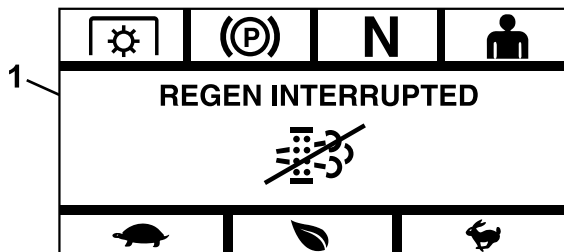

Figura 18
- **Interrumpida** — si se interrumpe el proceso, el módulo muestra la pantalla Regeneración interrumpida (Figura 18).